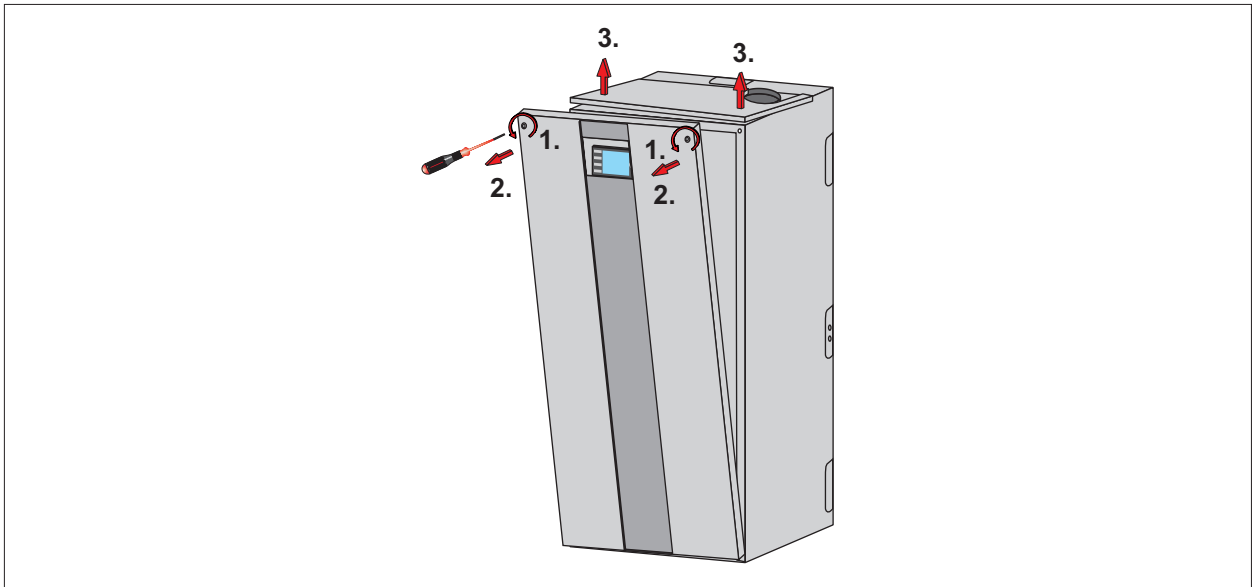

Abb. 5.2 Verkleidung demontieren
- ▶ Verkleidung demontieren (Abb. 5.2 Verkleidung demontieren).